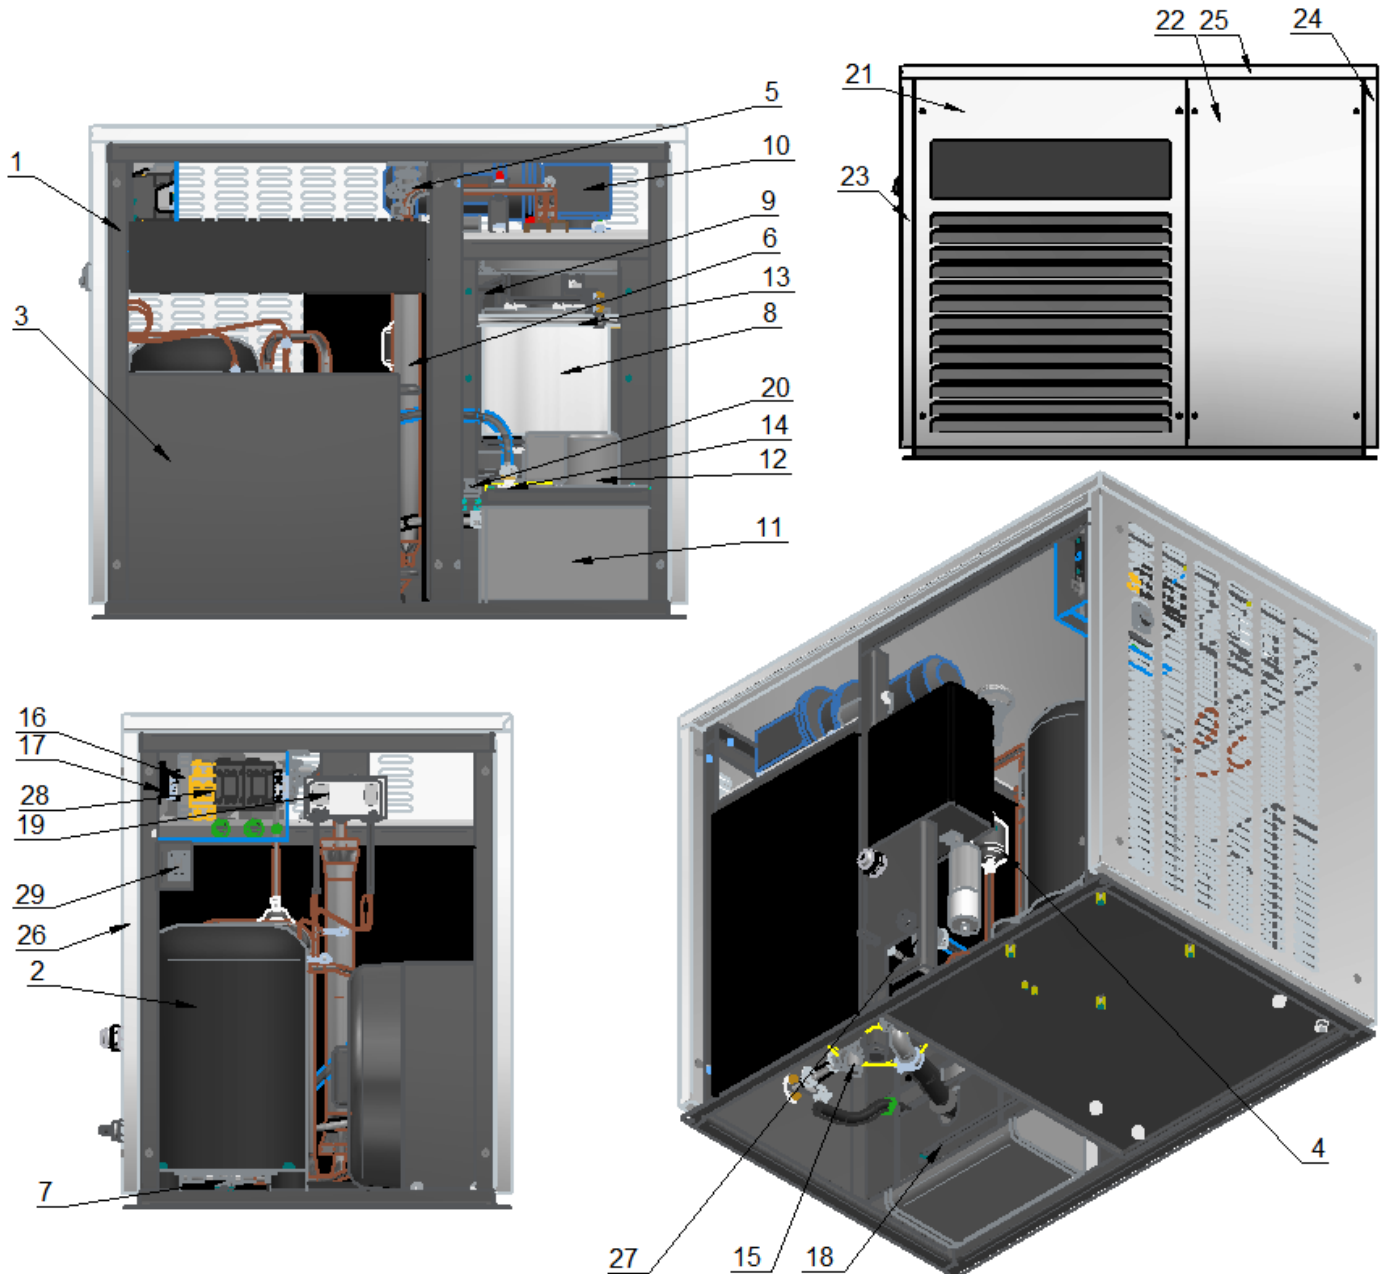

Рис. 2 Устройство льдогенераторов ЛГ-250Ч-02, ЛГ-400Ч-02, ЛГ-620Ч-02
2.1.2 Устройство льдогенератора чешуйчатого льда ЛГ-250Ч-02, ЛГ-400Ч-02, ЛГ-620Ч-02 приведено на рис. 2.